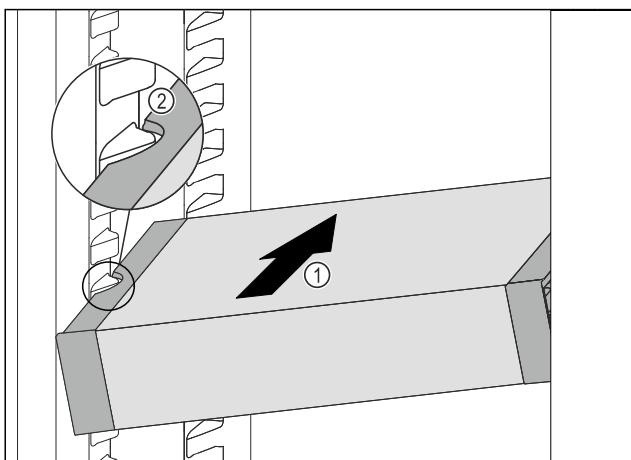

Fig. 48
- Вставити VarioSafe під кутом в охолоджувальне відділення Fig. 48 (1), допоки бокові поглиблення Fig. 48 (2) VarioSafe не будуть на рівні ребра для резервуара в охолоджувальному відділенні.